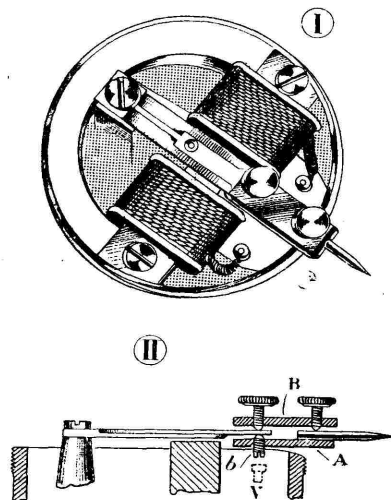

Fig. 8. — Ecouteur Brown transformé en pick-up et détails du montage de l'aiguille vibrante.
phragme, il est donc facile de fixer un porte-aiguille ou un porte-saphir à l'armature vibrante, et nous indiquons sur la figure 8 d'après un de nos confrères anglais, le *Wireless World*, comment cette opération peut être effectuée. (1).